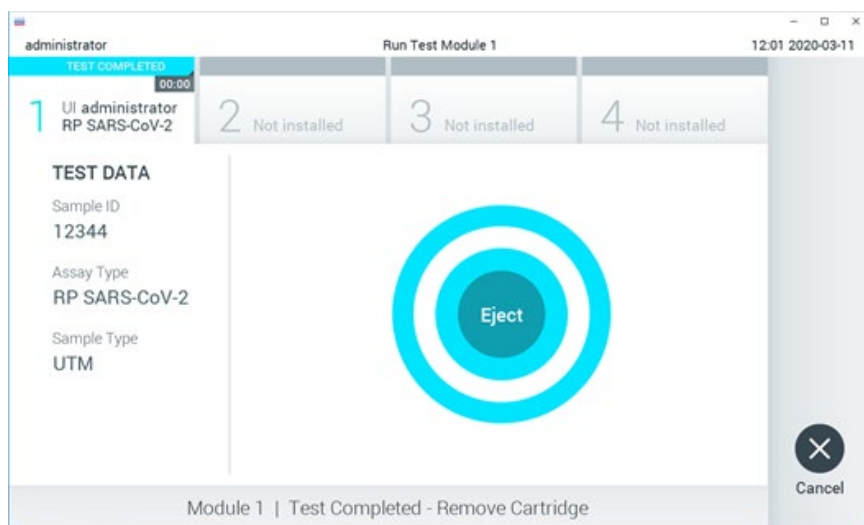

Figure 49. Affichage de l'écran Eject (Éjection).
14. Une fois le test terminé, l'écran Eject (Éjection) apparaît (Figure 49) et la barre d'état du module affiche le résultat du test sous l'une des options suivantes :